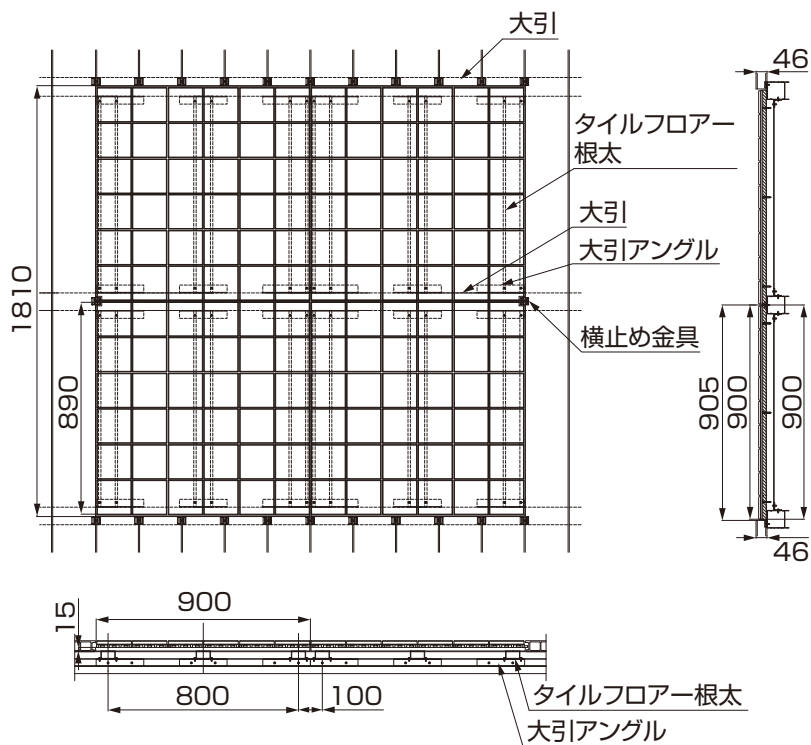

図2-1 納まり図
- ①大引アングルを取付けてください。(図2-1参照)
- ②タイルフロア根太を400mmピッチで取付けてください。(図2-1参照)